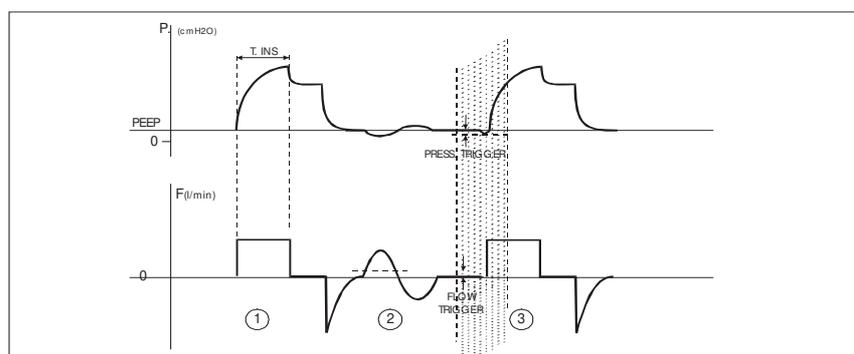

Figura 10.2. Modalidade SIMV: exemplos de curvas: pressão x tempo e fluxo x tempo.
A Figura 10.2 apresenta curvas de pressão e de fluxo em função do tempo, para ajudar no entendimento da modalidade SIMV. Os ciclos mandatórios (1) operam de forma similar à modalidade VCV. O início de cada respiração pode ser comandado pelo Ventilador ou pelo paciente, sendo que neste último caso o paciente somente pode disparar o ciclo durante o tempo de “janela de sincronismo”.